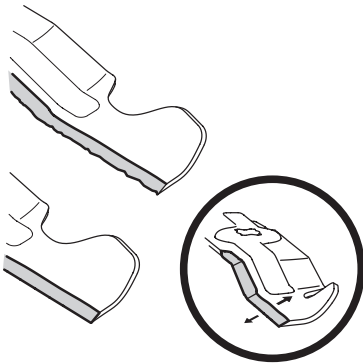

Figure 4-15
4. Pour aiguiser les lames, la même quantité de métal des deux extrémités des lames sur le côté tranchant. Aiguiser le bord tranchant sur toute sa longueur, parallèlement au bord arrière, soit à un angle de 25° à 30°. Voir la Figure 4-15.